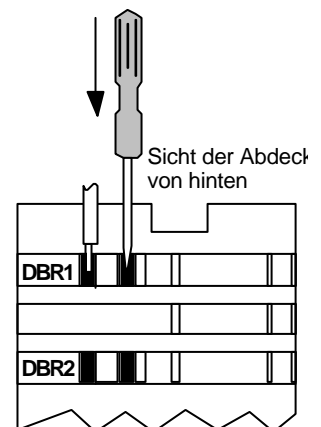

Abbildung 4.2
- Führen Sie einen flachen Schraubendreher (Klinge max. Größe 3.5 mm) in das Loch ein (wie in Abb. 4.2. zu sehen)